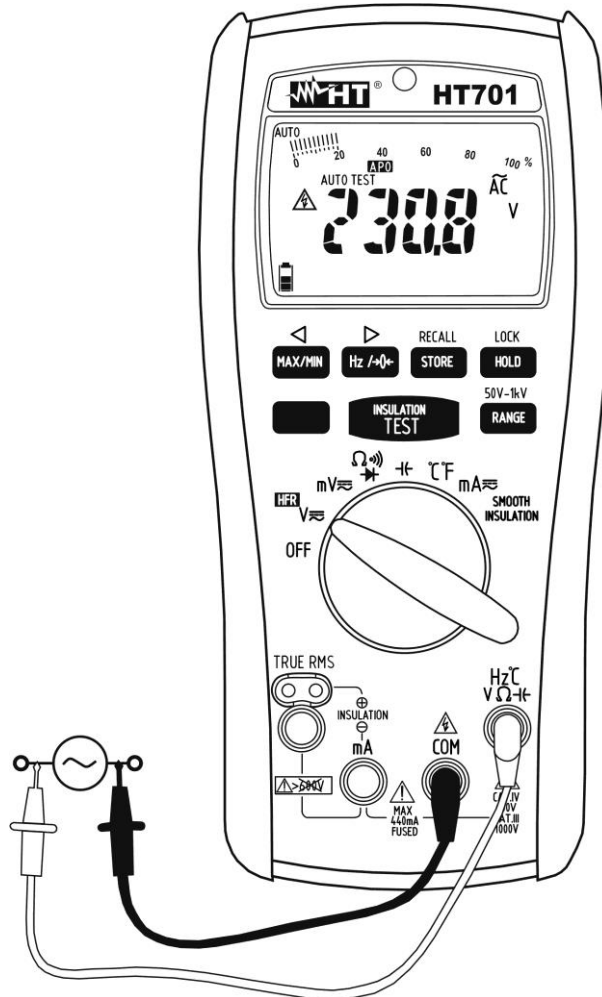

Fig. 3 : Utilisation de l'instrument pour mesure de tension AC
4. Insérer le câble rouge dans l'entrée du jack $Hz\sim CV\Omega\sim Hf$ et le câble noir dans l'entrée du jack **COM** (voir la Fig. 3).